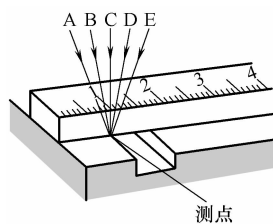

图 4-2
- ② 换上的胎必须放在内侧
- ③ 两条胎的花纹必须一起磨
- ④ 换上的胎气压得高一些
- ⑤ 换上的胎花纹至少得有 10mm 深，另外一条胎跟着轮毂转
- ① 紧底盘和车身上的螺母
- ② 紧缸盖螺栓
- ③ 紧气门盖上螺母
- ④ 紧供油装置上的螺母
- ⑤ 紧排气管上的螺母与螺栓
10. 读取钢尺读数，为了避免因视差造成读取误差必须注意视向。请问图 4-2 中哪一个视向正确？